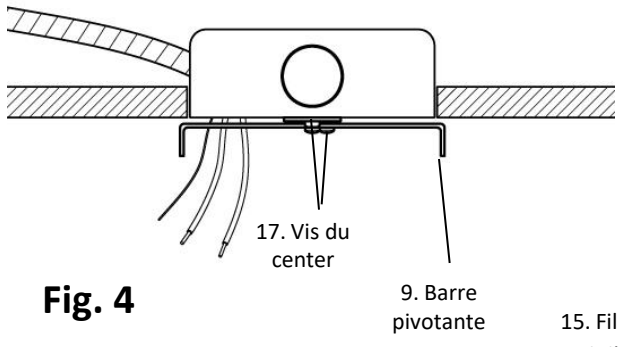

Fig. 4
3. Tirez les fils d'alimentation hors de la boîte de sortie (n° 3) et installez la plaque de fixation (n° 4) sur la boîte de sortie (n° 3) à l'aide des vis de montage de la plaque de fixation (n° 5). (Fig. 4)
4. Tournez la barre pivotante (n° 9) à la position désirée, en tenant compte que cette dernière déterminera l'orientation finale du rail d'éclairage. Serrez les deux vis du centre (n° 17). (Fig. 4)